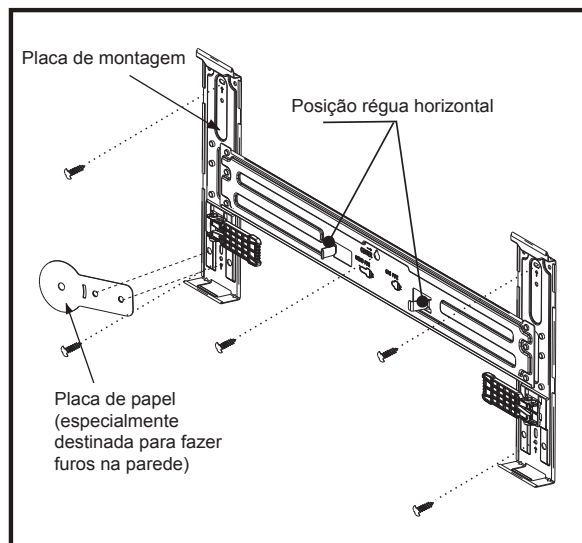

Fig. 1
- 6) Alinhe os 2 furos da placa de papel com os 2 orifícios da placa de montagem como a Fig. 1.
- 1) Determine a posição do furo para a tubagem de acordo com a localização da placa de montagem (veja a posição e o tamanho da placa de papel como mostrada na Fig. 1).
Nota: Se você tem um buraco na parede, você precisa de alinhar a parte redonda da placa de papel com o furo na parede. Em seguida, alinhe os 2 furos da placa de montagem com os 2 furos da placa de papel (mostrados na Fig. 1) para determinar a posição de instalação para a placa de montagem.